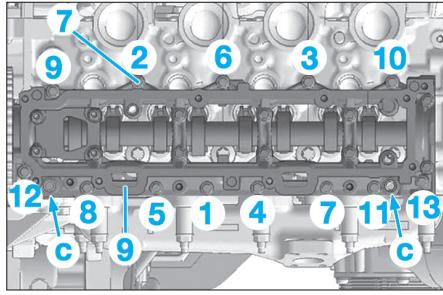

Fig. 49
- Reposer les lingues à rouleaux (8) munis de leurs agrafes en respectant les emplacements d'origine.
- Positionner les outils [1] dans les trous "c" du porte-arbre à cames, et reposer celui-ci (Fig.49).